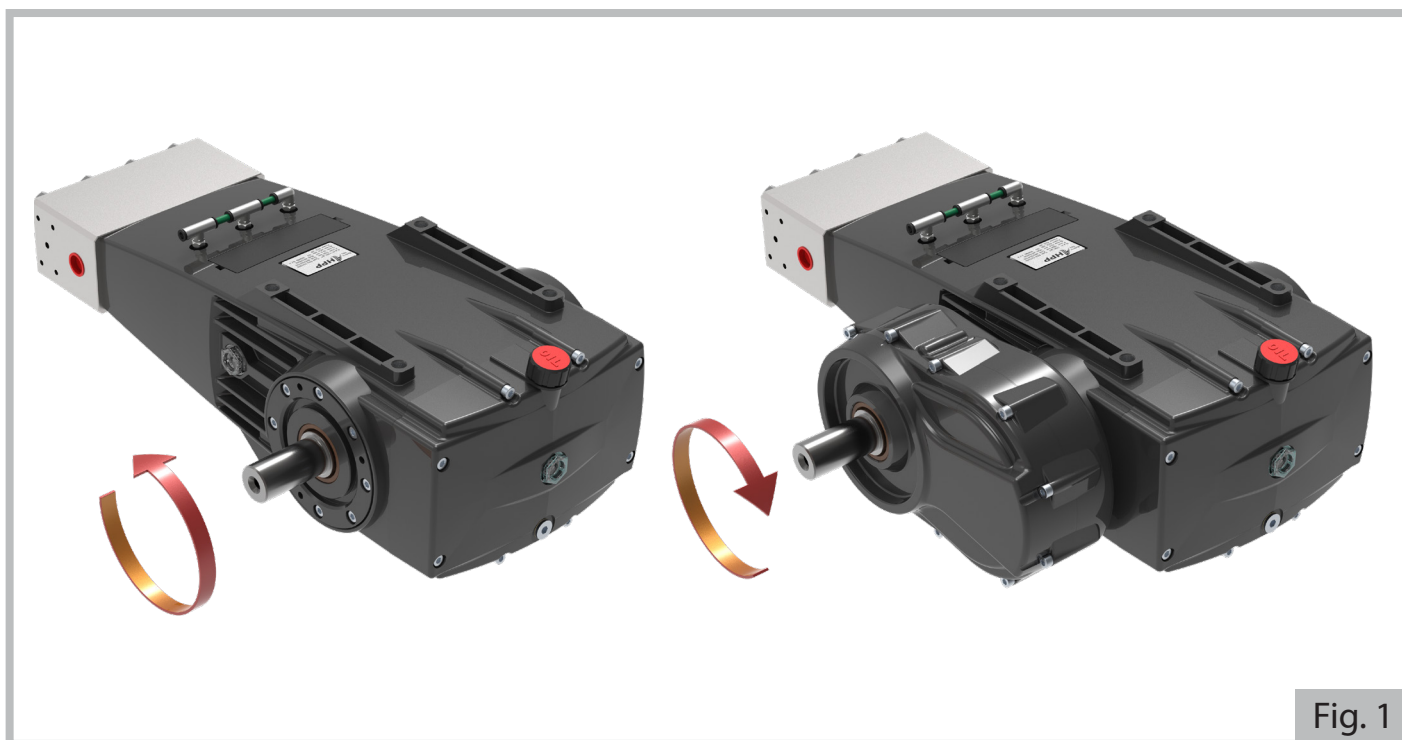

Fig. 1
- Respecter le sens de rotation exact, comme cela est indiqué sur la figure 1 :